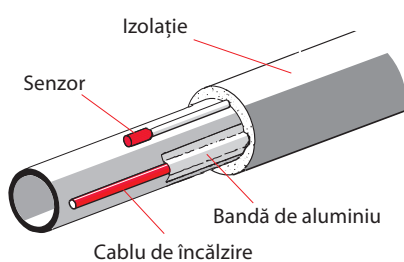

Fig. 7
1. Unul sau mai multe cabluri se instalează într-o linie dreaptă de-a lungul peretelui conductei, a se vedea fig. 7 și 8.